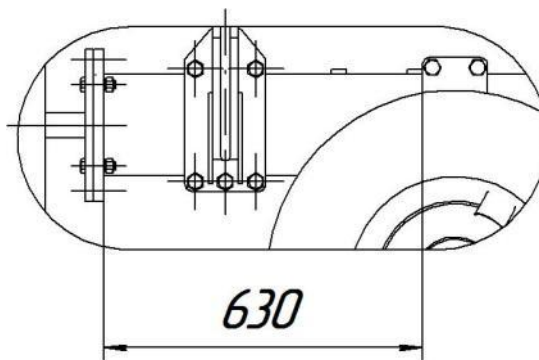

Рис. 4.2.4. Установочные расстояния для транспортных колёс БГУ-16-Ш и БГУ-20-Ш.
4.2.9. Для шлейф бороны БГУ-16-Ш и БГУ-20-Ш расстояние между транспортным колесом и внутренней поверхностью фланца на торце боковой балки 630 и 670 мм соответственно (см. рис. 4.2.4).